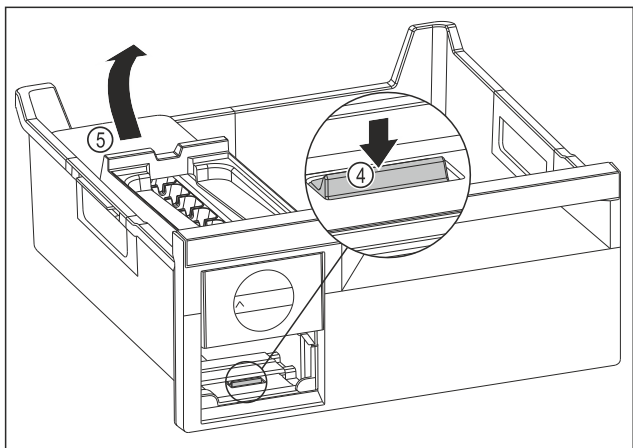

Fig. 111
- ▶ Vyjmutí korpusu EasyTwist-Ice: Lamelu Fig. 111 (4) zatlačte prstem směrem dolů a zároveň nadzvedněte druhou rukou korpus EasyTwist-Ice Fig. 111 (5) zezadu.